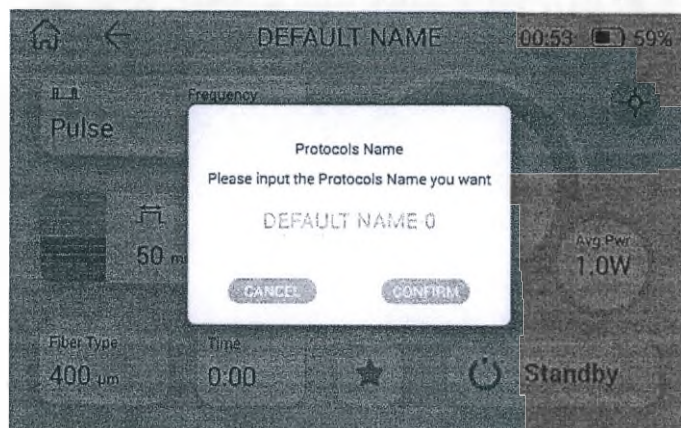

Рис. 5 Интерфейс сохранения названия протокола
- 5) В интерфейсе лечения (Рис. 3) пользователи могут изменять мощность для лечения, частоту импульсов, выбор длины волны и другие параметры для каждого этапа лечения в соответствии с фактическими потребностями. (Рис. 5)